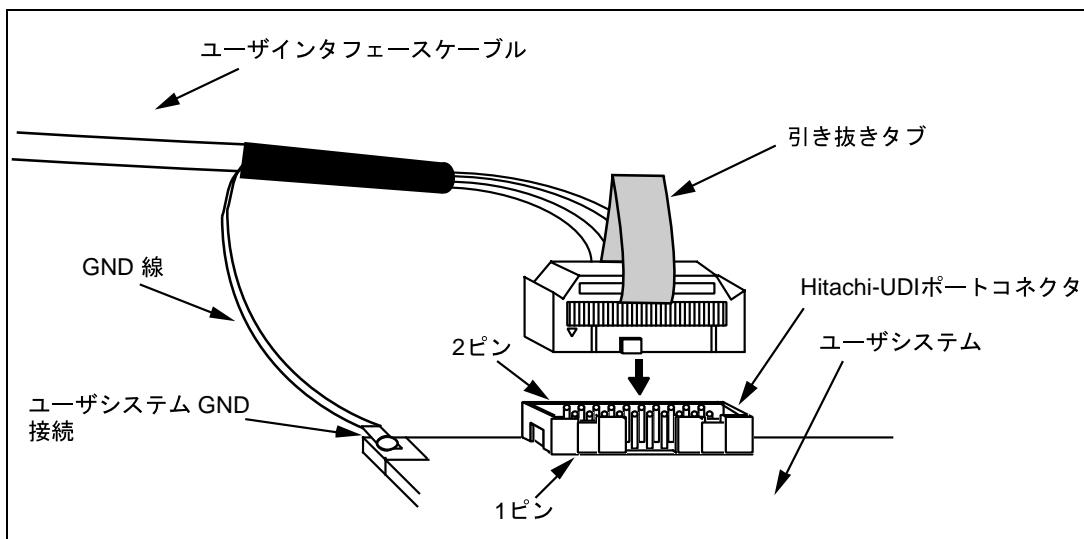

図 2.4 ユーザシステム側のユーザインターフェースケーブル接続方法
- (2) コネクタのピン配置は、「6.2章 コネクタのピン配置」に示すように配置されています。
- (3) コネクタ使用時のユーザインターフェースケーブルの接続方法を図2.4に示します。ケーブルのGND線はユーザシステムのGNDに接続してください。また、GNDにネジ止めする場合はØ3 (mm)のネジを用意してユーザシステムのGNDに接続してください。